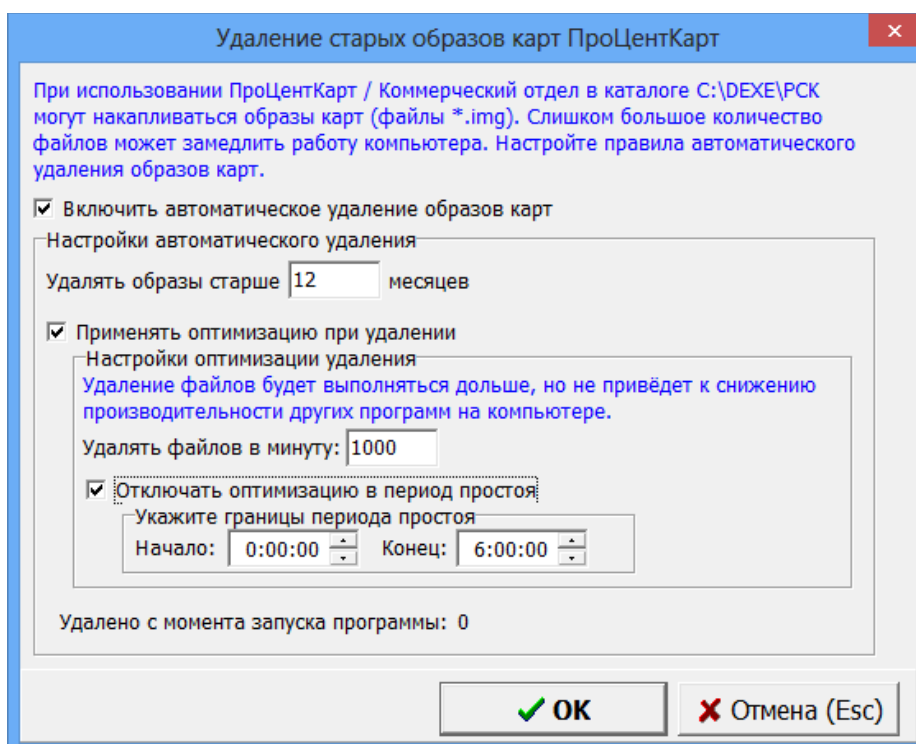

Рис.16
- настроить автоматическое удаление образов карт, рис.16 (для автоматической чистки папки РСК в офисе чтобы при запуске программа ПТК АЗС-Офис загружалась быстрее).